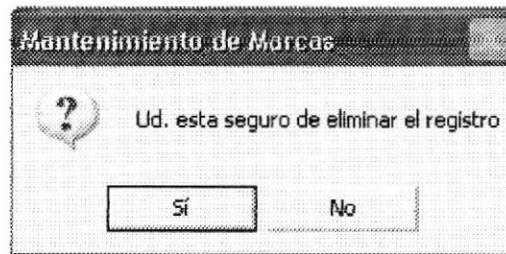

Figura 8.24. Información de Marcas.
2. Seleccione el botón eliminar y le aparecerá una pantalla de advertencia como se muestra en la figura 8.24.